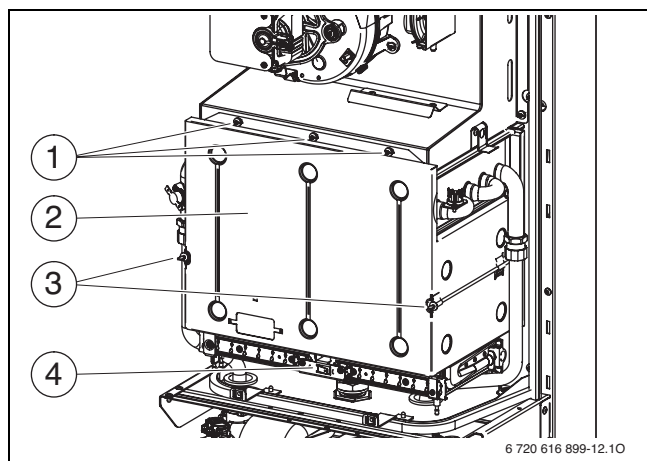

Fig. 53 Ouvrir la chambre de combustion
- Dévisser les trois vis du haut (→ fig. 53, [1]) et les deux vis du bas [3].
- Retirer la chambre de combustion (→ fig. 53).